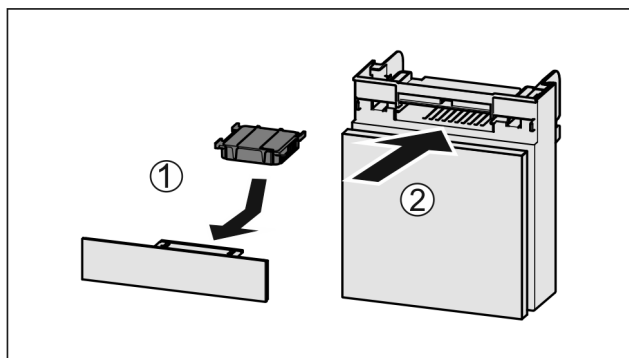

Fig. 112
- ▶ Wkładać Fig. 112 (1) filtr z węglem aktywnym zgodnie z ilustracją.
- ▶ Wsunąć komorę Fig. 112 (2).